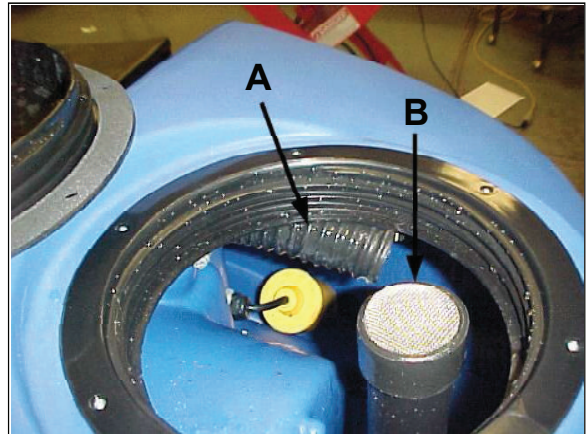

Рисунок 35
12. Если в резервуаре или в сливном шланге произошла закупорка, используйте водяное давление для промывки резервуара или шланга. Вложите водяной шланг в сливной шланг (рисунок 35, А). **ПРИМЕЧАНИЕ: Не вставляйте шланг в вакуумную впускную трубу (см. рисунок 35, В), так как это может быть причиной поломки.**
Сливной шланг (рисунок 35, А) расположен справа от вакуумной впускной трубы (см. рисунок 35, В). Гибкость сливного шланга способствует его перемещению к отверстию для легкого доступа к водяному шлангу, чтобы осуществлять промывку линии.